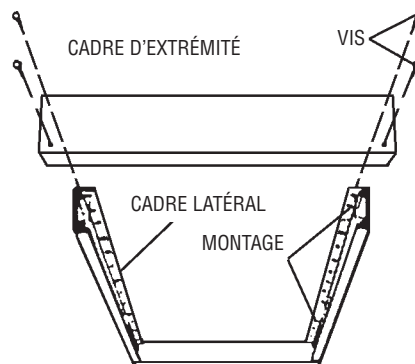

Figure 4
- Assemblez les cadres d'extrémité sur les cadres latéraux en utilisant les vis fournies (Voyez la Figure 4) avant d'installer le tout au plafond.